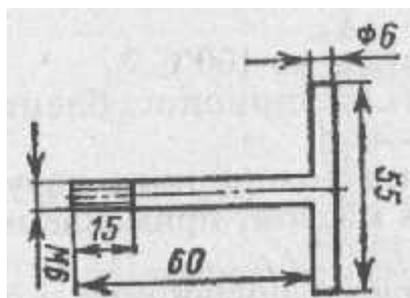

Рис. 122. Приспособление для установки коленчатого вала
1. Левую цапфу коленчатого вала слегка смазать маслом, применяемым для смазки двигателя, а в отверстие правой цапфы, предназначенное для болта, крепящего ротор генератора, ввернуть приспособление, изображенное на рис. 122.